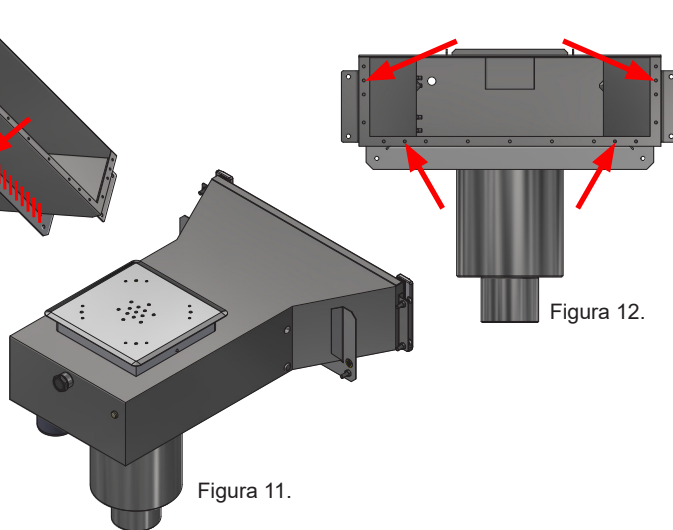

Figura 11.
7. Prima della colata del cemento: mascherare la flangia e le aperture dello skimmer messe a nudo al fine di evitare inestetismi a causa di schizzi di cemento. Tappare sul lato posteriore dello skimmer i fori per indicatore di livello, scarico di troppopieno e raccordo di rabbocco dell'acqua con i tappi in dotazione, vedere figura 11.